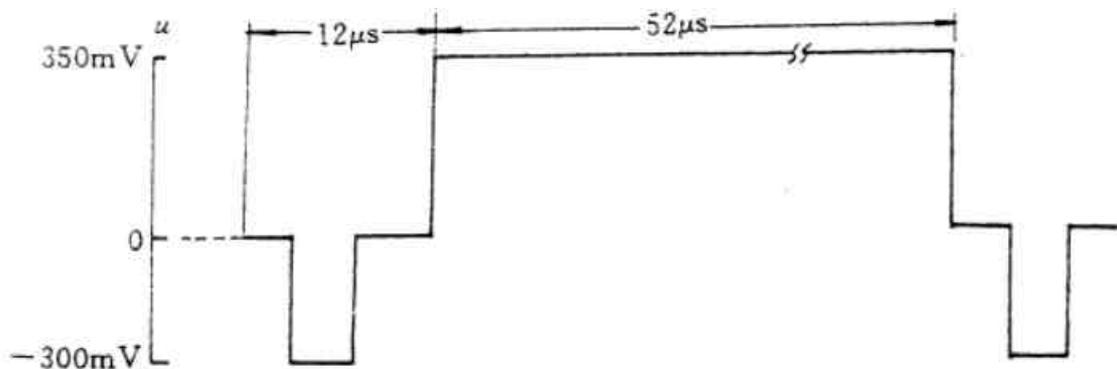

图 2.14 平场信号
- 平场信号 — 测试杂波时用的信号, 如图 2.14 所示。